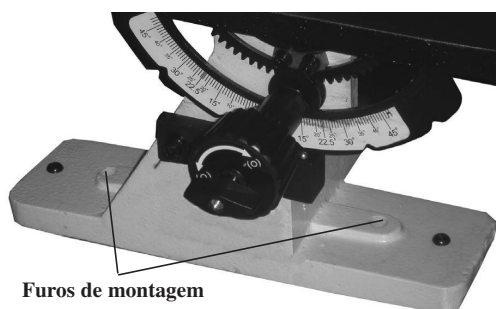

Fig. 01
4. Alinhe a base da lixadeira sobre os furos e prenda usando quatro parafusos de 5/16" (ou maiores) e porcas sextavadas. (Veja a fig. 01)